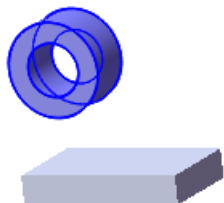
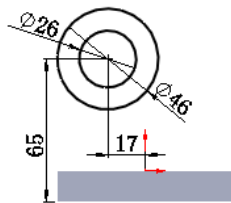

图 3.28.4 拉伸 2
图 3.28.5 横断面草图
Step3. 创建图 3.28.4 所示的零件特征——拉伸 2。选择下拉菜单 **插入(I)** → **凸台/基体(B)** → **拉伸(E)...** 命令；选取上视基准面作为草图基准面，绘制图 3.28.5 所示的横断面草图，在对话框 **方向1** 区域下单击按钮 （即反方向），在下拉列表中选择 **给定深度** 选项，输入深度值 26.00；单击 按钮，完成拉伸 2 的创作。